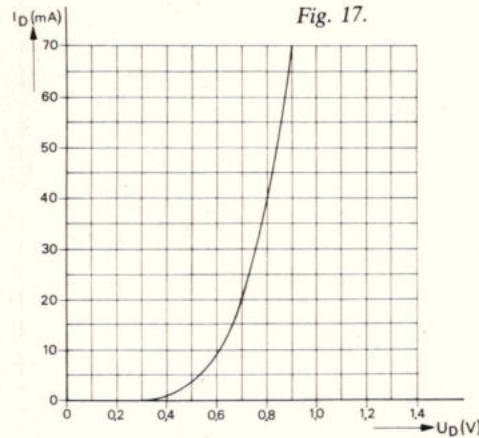

Fig. 17.
7. De karakteristiek van de diode D in fig. 16 is aangegeven in fig. 17. Bepaal de waarde van  $R_x$  zodanig dat de stroom in de diode gelijk is aan die in  $R_1$ .